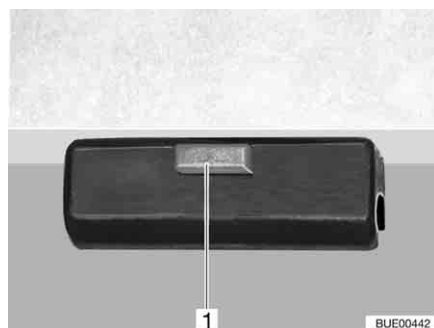

Bild 72 Verriegelung
- Die Verriegelung (Bild 72,1) an der Tischplatte lösen.